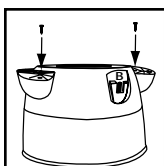

FIGURE 4
4. Assurez-vous que le porte-roulette soit complètement inséré dans le fond du réservoir. Fixez avec les vis fournies. **FIGURE 4**.